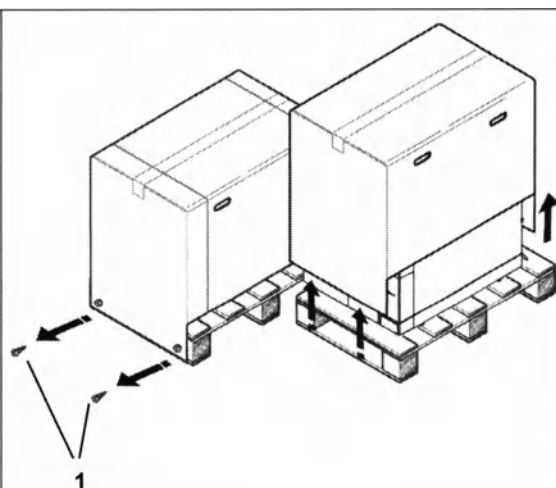

Рис. 6.1-2
- выкрутите винты, прикрепляющие коробку к паллете (1 на рис. 6.1-2);
- снимите коробку, потянув вверх (рис. 6.1-2);